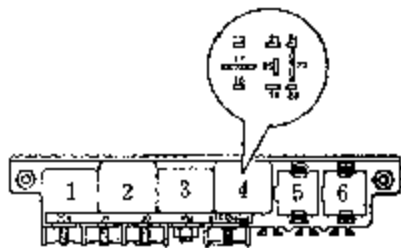

图 5-12 燃油泵继电器位置
起动执行元件的诊断并触发一个喷油器，燃油泵继电器（继电器盘位置号 4）（图 5-12）将吸合。如果继电器没吸合，测试燃油泵继电器的触发情况。燃油泵应运转。如果燃油泵没运转，则测试燃油泵触发情况。
(1) 关闭点火开关，把发动机控制单元的线束同 V.A.G1598/22 检测盒连上，用 V.A.G1594 提供的辅助导线将检测盒插座 2 和 4 相连。
(2) 打开点火开关，这时燃油泵继电器（中央继电器盒，4 号位置）（图 5-12）将吸合。